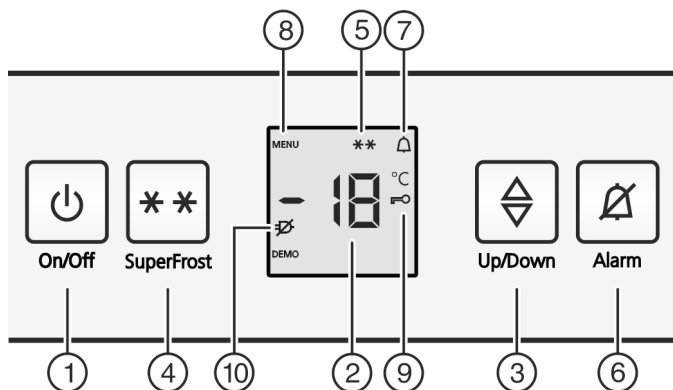

Fig. 2
- Symbol SuperFrost Fig. 2 (5) bliká spolu s indikátorom teploty.\*
- Stlačte tlačidlo On/Off Fig. 2 (1).
- Aktivácia režimu nastavenia: Tlačidlo SuperFrost Fig. 2 (4) stlačte na cca 5 sekúnd.
- ▷ Na indikátore sa zobrazí symbol Menu Fig. 2 (8).
- Tlačidlom SuperFrost Fig. 2 (4) krátko potvrdte.
- ▷ Na indikátore svieti symbol detská poistka Fig. 2 (9).
- Krátko stlačte tlačidlo On/Off Fig. 2 (1).
- ▷ Symbol detská poistka Fig. 2 (9) zhasne.
► Stlačte tlačidlo Alarm Fig. 2 (6).
Súčasne bliká indikátor teploty a symbol Alarm Fig. 2 (7).
Tónové varovanie automaticky stíchne, symbol Alarm Fig. 2 (7) zhasne a indikátor teploty prestane blikáť, ak je teplota opäť dostatočne nízka.